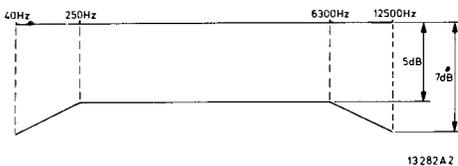

Fig. 12
- Beim Abspielen der Testcassette TC-QFR sollen die Frequenzen zwischen 40 Hz und 12.500 Hz innerhalb der Graphik Abb. 12 liegen (in Stellung CrO₂).